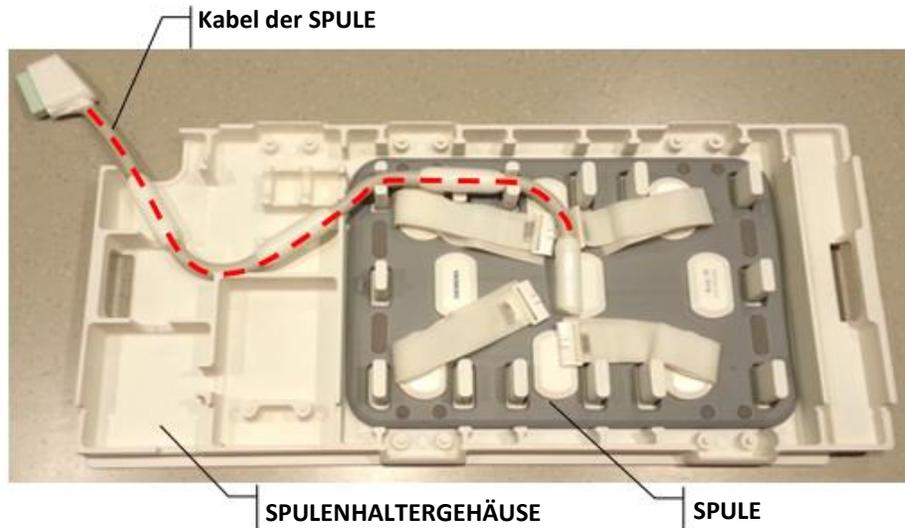
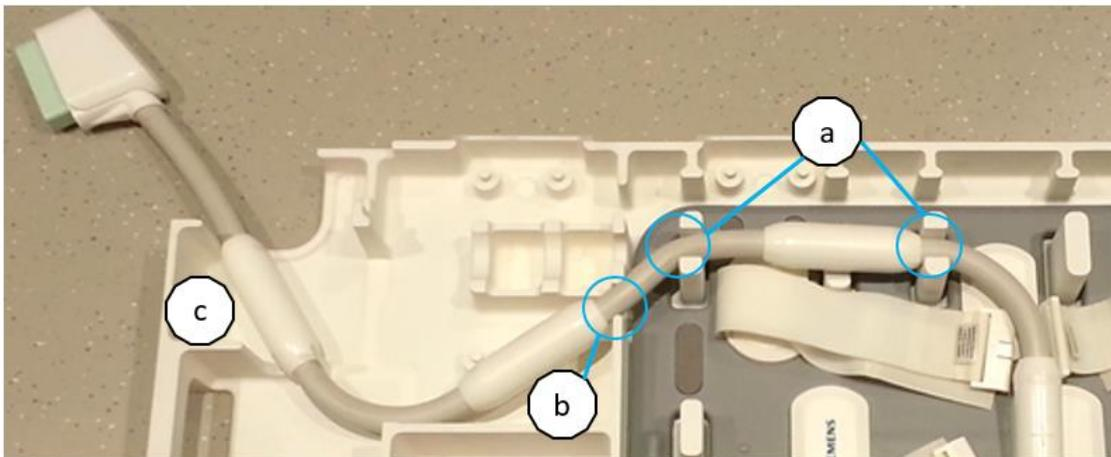
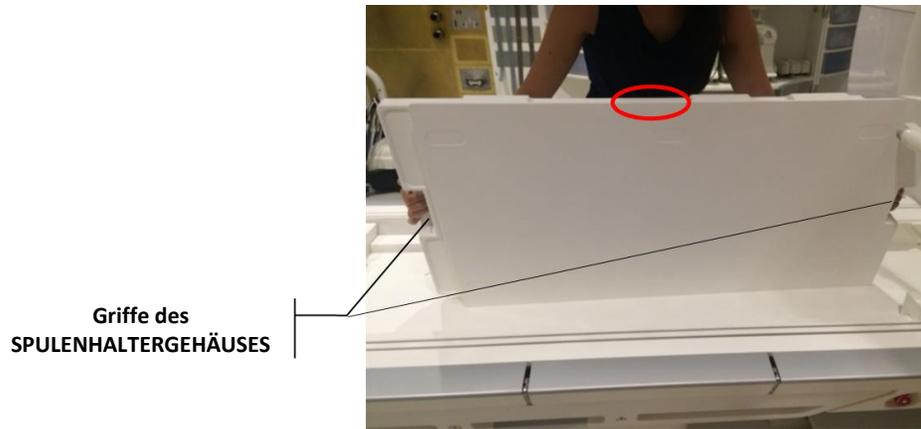

Abbildung 4: Spulhaltergehäuse mit eingesetzter Bildgebungsspule und Kabel
Abbildung 5: Einsetzen der Spule in das Spulhaltergehäuse
Abbildung 8: Positionierung des Spulhaltergehäuses mit der flachen Seite nach oben auf dem MRT-Tisch
2. Die Spule in das Spulhaltergehäuse einsetzen und das Kabel der Spule verlegen (*Abbildung 4*).
3. Achten Sie darauf, dass die Baluns der Spulenkabel gestützt werden (*Abbildung 4* und *Abbildung 5*):
7. Legen Sie das zusammengestellte Spulenhaltergehäuse mit der flachen Seite nach oben auf den MRT-Tisch. Richten Sie den Kabelausschnitt des Spulenhaltergehäuses auf das kopfseitige Ende des MRT-Tisches aus. Um das Kabel nicht zu beschädigen, ist das Spulenhaltergehäuse mit den Griffen an der Seite einzusetzen (Abbildung 8). Neigen Sie die Anordnung vorsichtig mit einer Hand im umkreisten Bereich nach unten, wobei die andere Hand den Kabelstecker der Spule in seiner Lage (siehe Abbildung 4) hält.